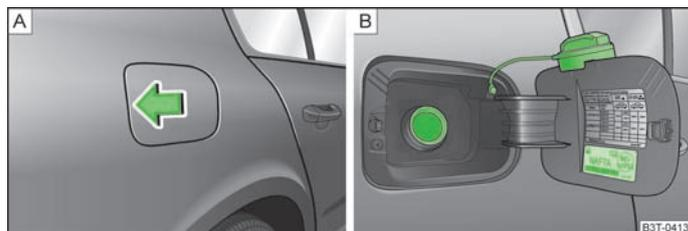

Fig. 158 Lado traseiro direito do veículo: abrir a tampa do depósito / tampa do depósito com tampão desapertado
Na face interior da tampa do depósito de combustível poderá encontrar o tipo de combustível correcto para o seu veículo, assim como as dimensões dos pneus e a pressão de ar dos pneus » Fig. 158 - B.
- Pressione a tampa do depósito de combustível a meio do lado esquerdo » Fig. 158 - A.
- Desaperte o tampão do depósito para a esquerda e encaixe-o na parte superior da tampa do depósito » Fig. 158 - B.